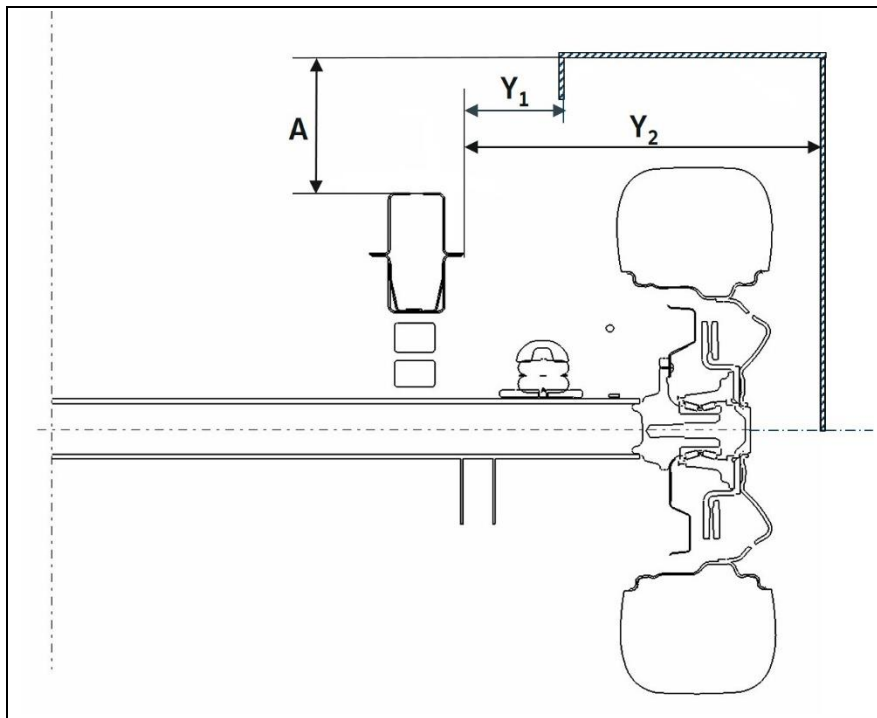

Abb.: 4: Schnitt A-A, Radfreigang für max. Radkastenverkleidung bis Radmitte
** Mindest Radkastenbreite bei Überdeckung bis Mitte Achse, gemessen zum Rahmenlängsträger. siehe Abb. 4